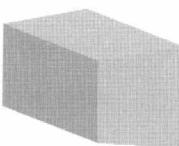
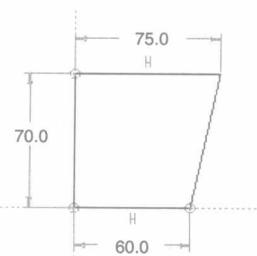
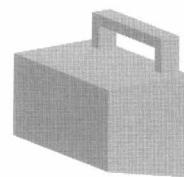

图 2.2 拉伸 1
图 2.3 截面草图
图 2.4 伸出项 标识 66
Step2. 创建图 2.2 所示的实体拉伸特征——拉伸 1。
(1) 选择下拉菜单 **插入(1)** → **拉伸(E)**... 命令。
(2) 在绘图区中右击，从弹出的快捷菜单中选择 **定义内部草绘...** 命令，系统弹出“草绘”对话框；选取 RIGHT 基准平面为草绘平面，选取 TOP 基准平面为参照平面，方向为 **左**；单击对话框中的 **草绘** 按钮。
(3) 进入草绘环境后，绘制图 2.3 所示的截面草图。完成后单击“完成”按钮 **✓**。
(4) 在操控板中选取深度类型 **上**，再在深度文本框中输入深度值 115.0，并按回车键。单击“完成”按钮 **✓**，完成特征的创建。
Step3. 创建图 2.4 所示的扫描特征——伸出项 标识 66。